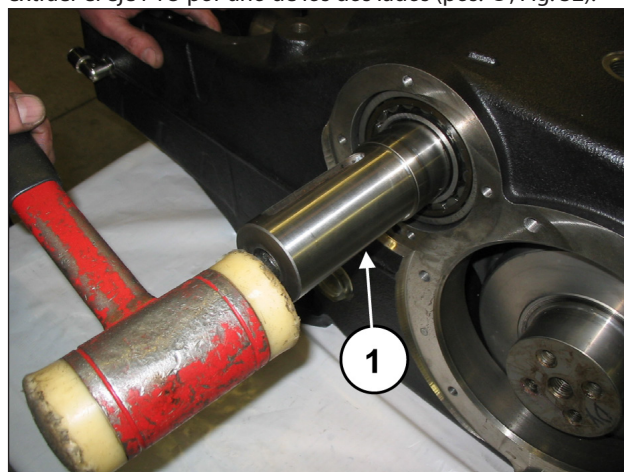
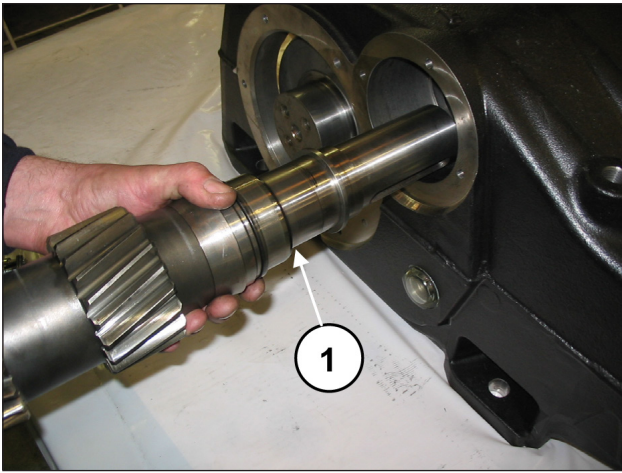

Fig. 31
Fig. 32
Desplazar hacia atrás las tres bielas hasta el final de carrera, de manera que estén en contacto con el eje acodado. Utilizando una herramienta de percusión (pos. ①, Fig. 31), extraer el eje PTO por uno de los lados (pos. ①, Fig. 32).